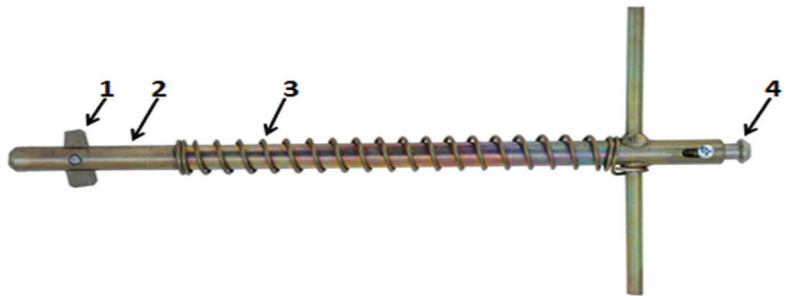

Рис. 6. Ключ крышки люка ККЛ-0: 1 – пластина; 2 – корпус; 3 – пружина; 4 – толкатель. Ключ приобретается при закупке партии устройств УЗЛ-Л ССД.
1.6. Для сцепления частей запорного механизма подвижную гайку нижней крышки необходимо поднять выше и накрутить на винт до упора. Эта операция выполняется с помощью специального ключа типа ККЛ-0 (рис. 6).